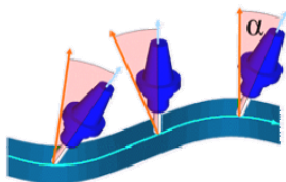

图 2-259 前倾角
- **〔切削方向上的前倾角〕**：前倾角为刀轴与刀具路径切削方向所成角度，它从加工方向的垂直线开始测量。前倾角的作用是使用球头刀具加工平面区域时，避免刀具切削点落在球刀中心尖点上，如图 2-259 所示。通常将前倾角设置为 15° 。